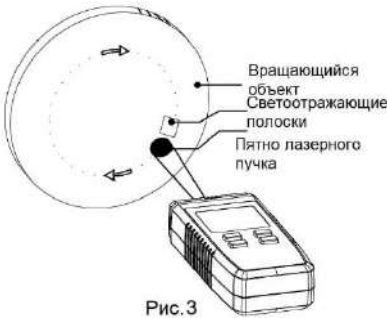

Рис. 3
- 1. Измерение ОБ/МИН (см. рис. 3)